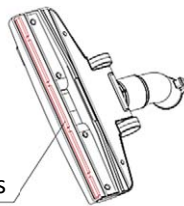

Fig. 13
4. Ca în **Fig.13**, călcați din nou pe pedala periei pentru a retrace peri și puteți curăța covorul.